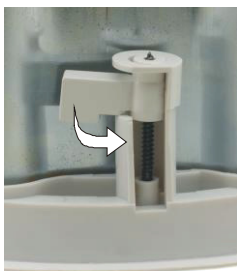

Рис. 6. Затяжка винтов крепежных выступов
8. Затяните винты крепежных выступов, поворачивая их по часовой стрелке (см. рис. 6).